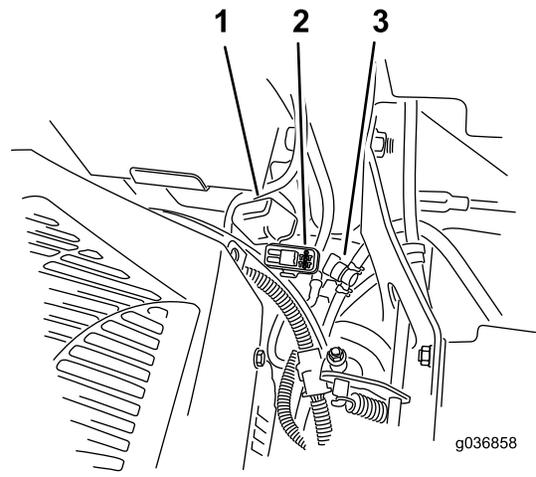

Figura 56
Los fusibles están situados en la consola de la derecha, junto al asiento (Figura 56).
2. Instale un fusible nuevo (Figura 56).